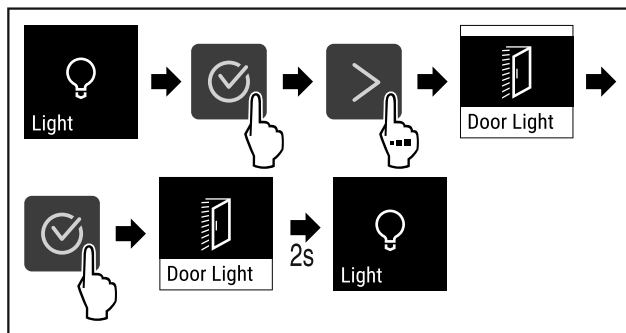

Fig. 70
- ▶ Wykonać czynności (patrz Fig. 70) .